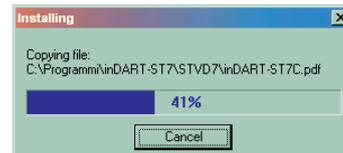

**Figure 3:** Quand cette fenêtre s'ouvre, vérifiez que les deux petites cases de gauche sont bien cochées. Sinon cochez-les en cliquant à l'intérieur.
**Figure 4:** Après avoir cliqué sur "Next", comme le montre la figure 3, cette fenêtre apparaît et, si vous voulez que l'installation des deux programmes parte automatiquement, cliquez trois fois de suite sur "Next".
Cliquez sur OK et la fenêtre "Welcome" revient (voir figure 2). Vous devez alors procéder à l'installation en cliquant sur "Next". Dans l'écran suivant (voir figure 3), vérifiez que les deux petites cases à gauche sont bien cochées V: si ce n'est pas le cas, cochez-les avec des clics gauches. Sans ces coches, le programme ne serait pas installé.
À partir de l'écran de la figure 3, cliquez sur "Next" et l'écran de la figure 4 apparaît: cliquez sur "Next" trois fois de suite et l'installation démarre automatiquement. Apparaissent successivement les fenêtres des figures 5, 6, 7 et 8: cliquez sur "Finish" et la fenêtre de la figure 9 apparaît. Pour terminer l'installation, cliquez sur OK et redémarrez l'ordinateur: c'est seulement après l'avoir fait que vous pourrez être sûrs que le système d'exploitation a bien installé l'Indart et le Data Blaze.